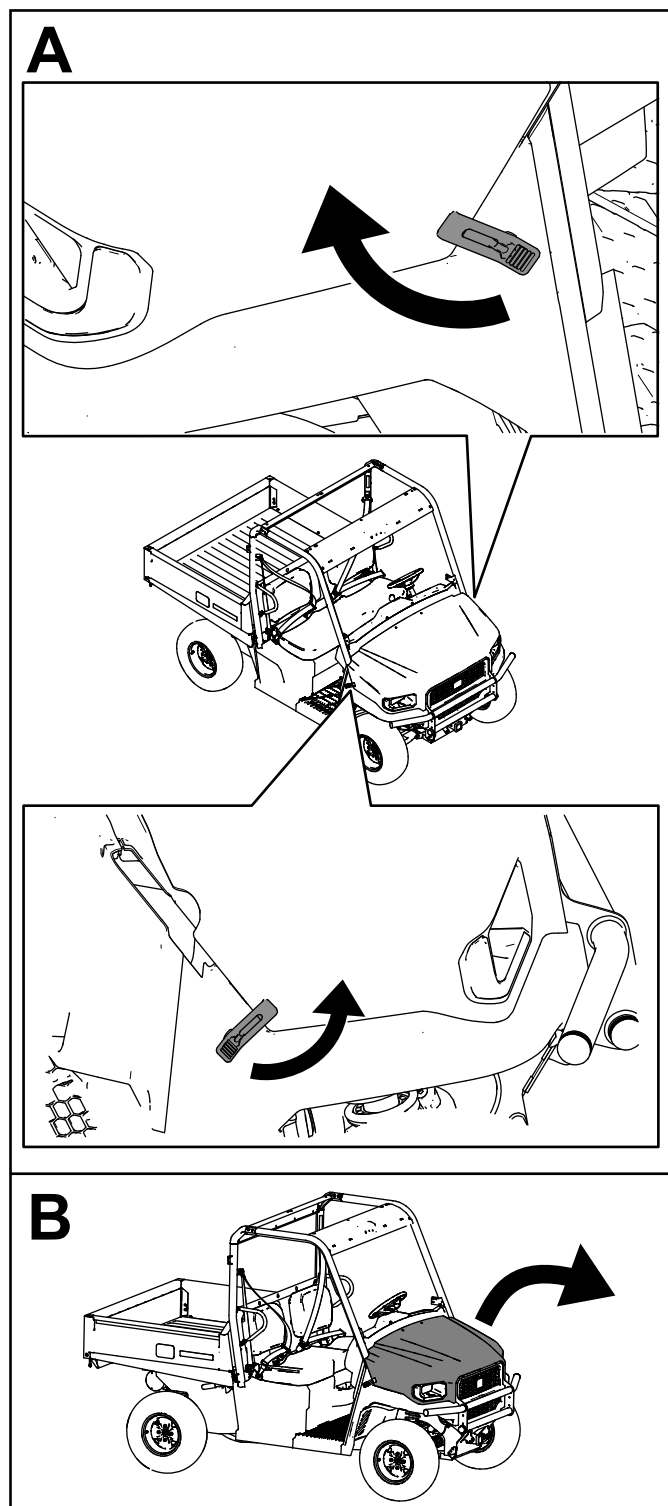

Figura 60
2. Fissate il cofano allineando i fermi in gomma sugli ancoraggi dei fermi su ciascun lato del cofano (Figura 60).